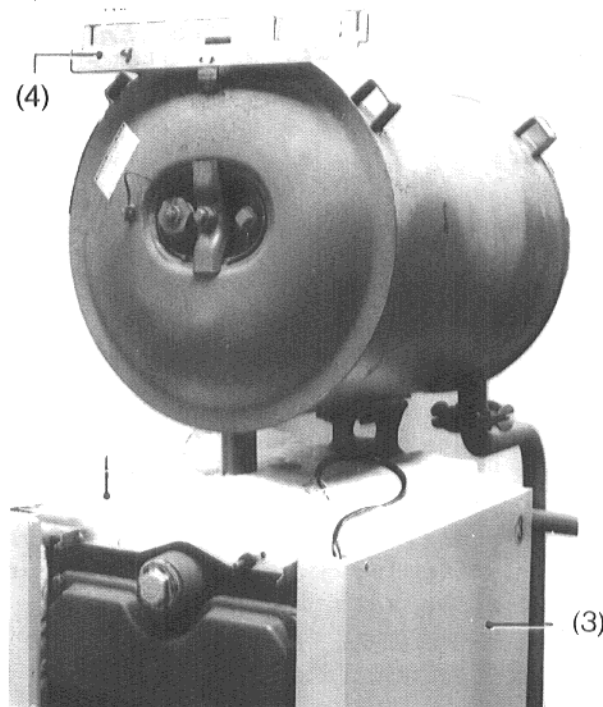

Fig. 9
Monter le panneau latéral droit (3) conformément à ce qui a été dit ci-dessus (Fig. 9)
Fixer au réservoir la traverse (4) pour les panneaux latéraux du réservoir (équerre en Z) (voir Fig. 9).
Poser le calorifuge (5) sur la chaudière (voir Fig.9).